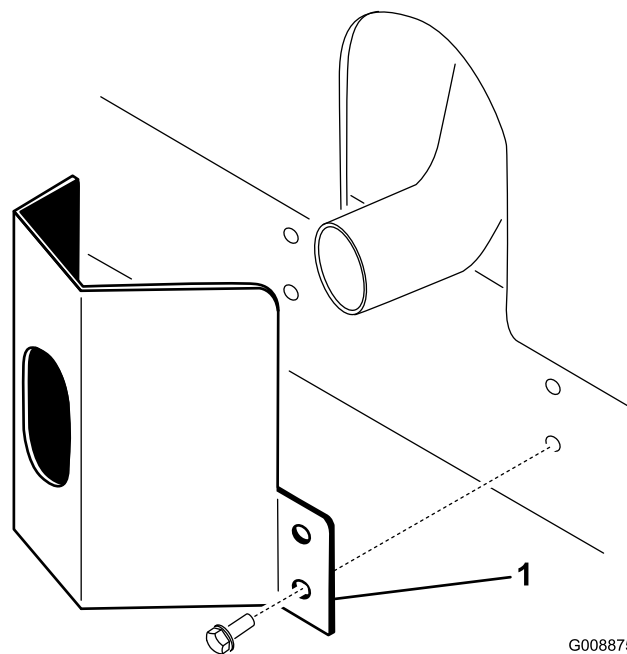

Рисунок 11
2. Закрепите ограждение выхлопа на раме с помощью 4 самонарезающих винтов (Рисунок 11).
1. Расположите ограждение выхлопа на глушителе, совместив монтажные отверстия с отверстиями в раме (Рисунок 11).